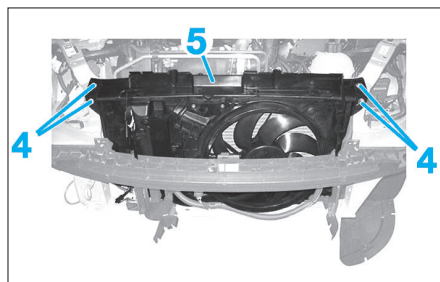

Fig. 2
- les vis (4) (Fig.2).
- Soulever et écarter le support de radiateur (5) (vers le haut).